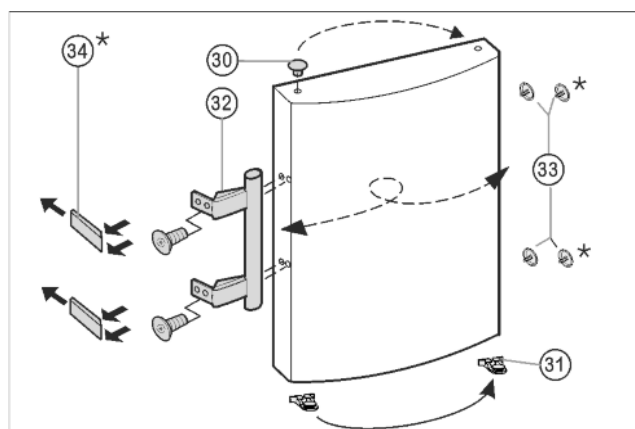

Fig. 7
- Čepe Fig. 7 (33) vzemite iz puše ležaja vrat in jih prestavite.
- Ročaj Fig. 7 (32), čepe Fig. 7 (33) in potisne plošče* Fig. 7 (34) odmontirajte in jih prestavite na drugo stran.